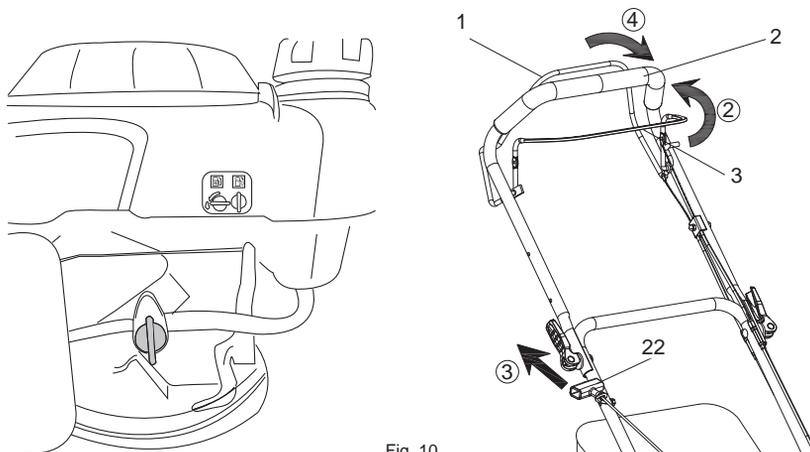

Fig. 10
- Tourner le levier de la vanne de carburant (10) en position de marche (Fig. 10, étape 1)
- Se placer derrière la poignée (1).
- Tirer la barre de freinage (3) contre la poignée (2) et la maintenir dans cette position avec une main (Fig. 10, étape 2).
- Tirer doucement la poignée du lanceur (22) jusqu'à ce qu'une résistance se fasse sentir, puis la tirer rapidement. Répéter cette opération jusqu'à ce que le moteur démarre (Fig. 10, étape 3).
- Pour commencer à tondre, maintenir la barre de freinage (3) à une main vers la poignée supérieure (2). Pousser la barre d'autopropulsion (1) vers la poignée supérieure pour démarrer la tonte et faire avancer la tondeuse automatiquement.